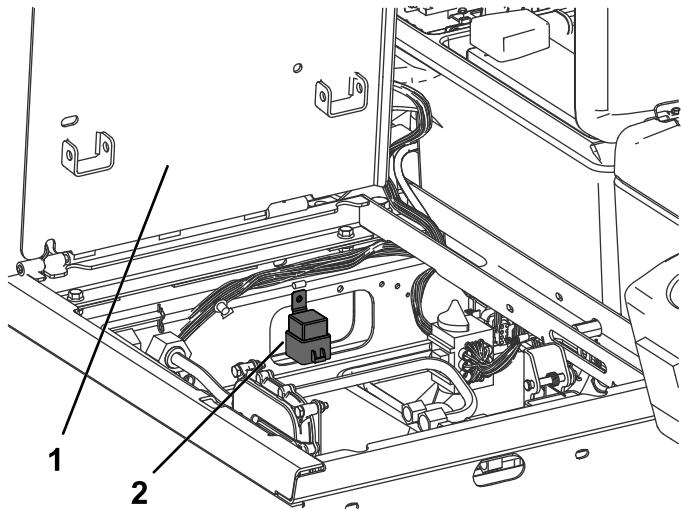

图 26
- 7. 如图 26 所示用提供的自攻螺丝将继电器安装到继电器安装座上。